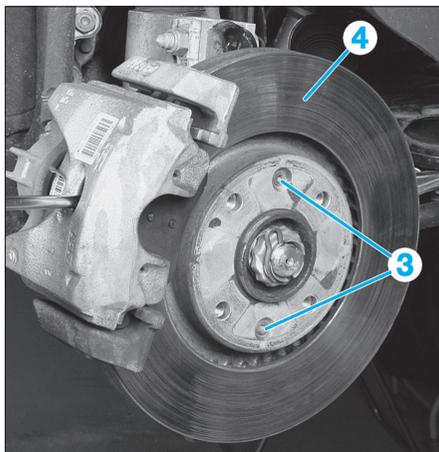

Fig. 18
- les 2 vis (3) de maintien du disque de frein (Fig.18),
- le disque de frein (4).